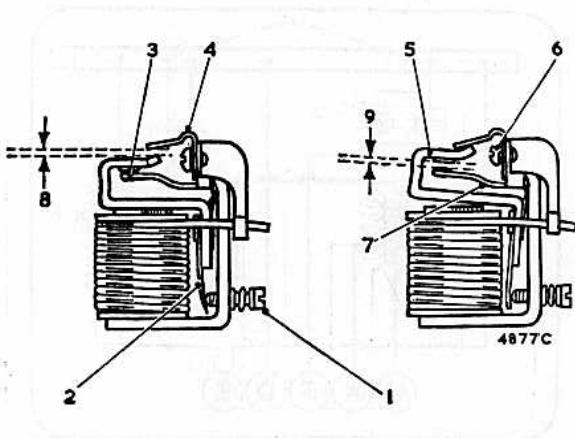

Fig. N.6
- 5) Vergar o braço de batente da armadura, por forma a que a folga entre ele e a lâmina seja de 0,76mm., quando a armadura é premda contra a face do núcleo (Fig. N.6,8).